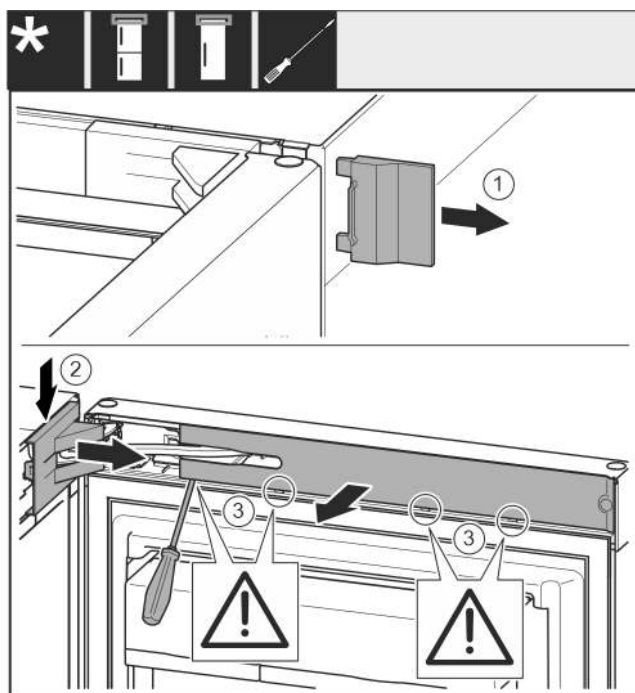

Fig. 7
- Снимите внешнюю крышку. Fig. 7 (1)
- Освободите и отсоедините крышку опорного кронштейна. Снимите крышку опорного кронштейна. Fig. 7 (2)
- При помощи шлицевой отвертки освободите накладку и отведите в сторону. Fig. 7 (3)